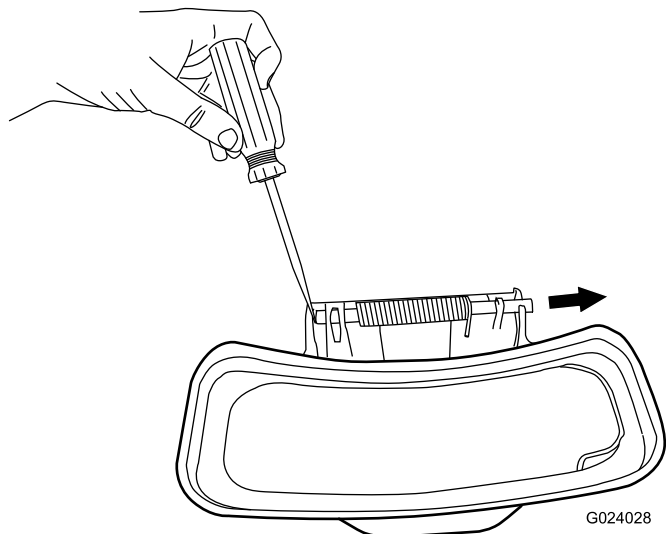

Figure 8
2. À l'aide d'un grand tournevis à lame plate, faites levier pour extraire la tige du ressort du volet d'éjection latérale pour placer l'autre extrémité de la tige au-delà de l'ouverture à l'extrémité de la charnière du volet (Figure 8).